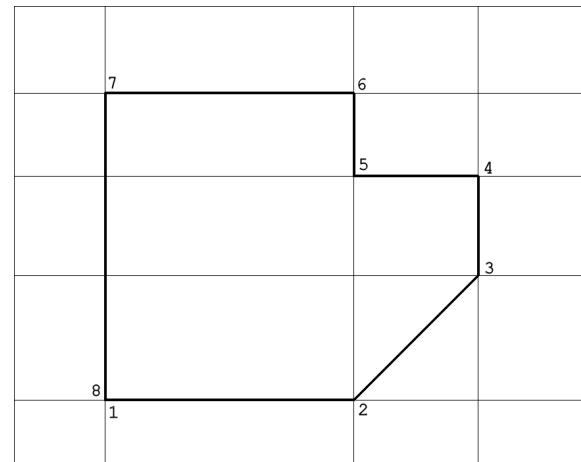

Fig.4.9
- ▶ **Spécifier le point suivant** (To point) : Entrée pour terminer (fig.4.9).